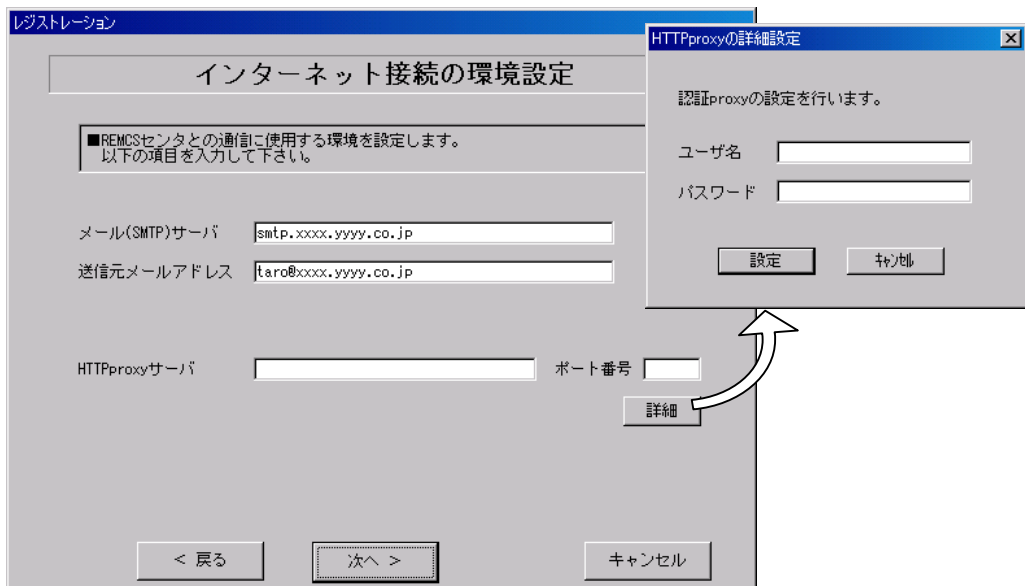

図 4-31 インターネット接続の環境設定(インターネット接続)
- 15** インターネット接続の環境設定を行います(図 4-31、表 4-18)。